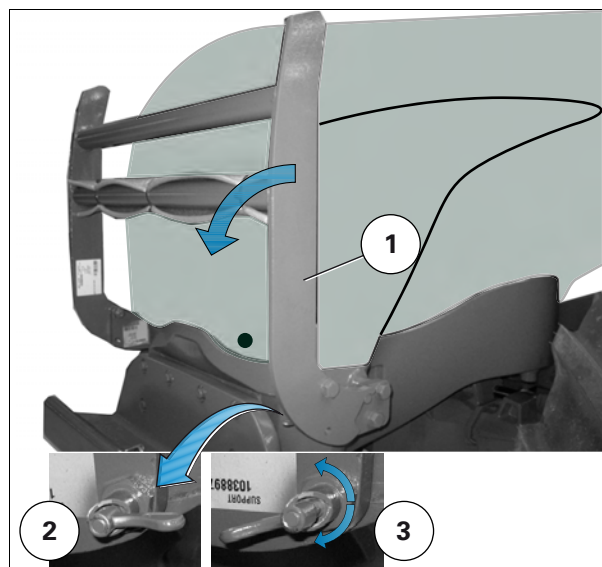

Рис. 2.
Чтобы сложить конструкцию для защиты при опрокидывании, переведите фиксатор (2) в положение (3) *рис. 2* и потяните конструкцию.